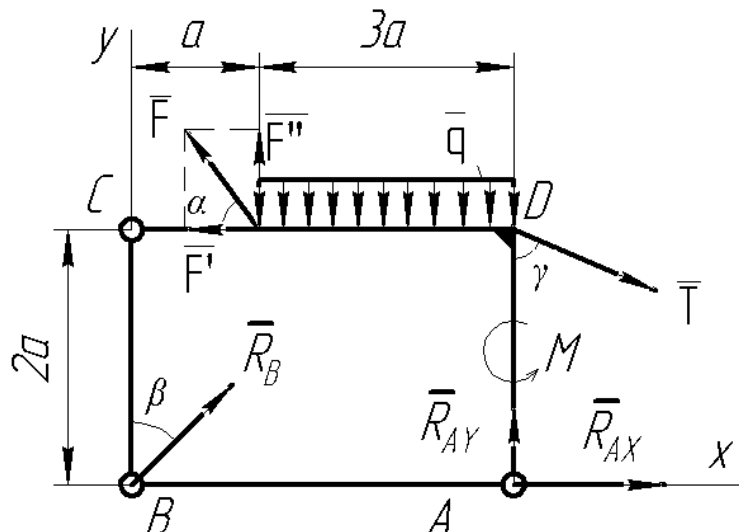

Рисунок 2.11 – Расчетная схема к примеру выполнения задания 1
1. Рассмотрим равновесие фермы. Разместим ферму в декартовой системе координат XY , отбросим связи и изобразим вместо них на нем кроме действующих силовых факторов реакции связей (см. рис. 2.11). Здесь $T=P$.
Отрицательные знаки при R_{AX} и R_{AY} показывают, что они направлены противоположно показанным на рис. 2.11.